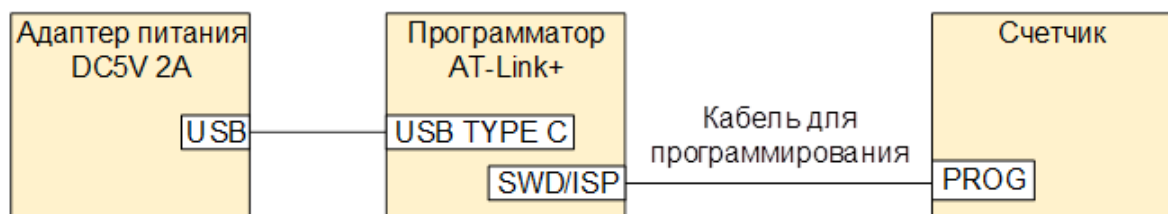

Рисунок 2.3 – Схема программирования
2.2.2 Подключить адаптер питания к разъему USB TYPE C программатора (рисунок 2.3).